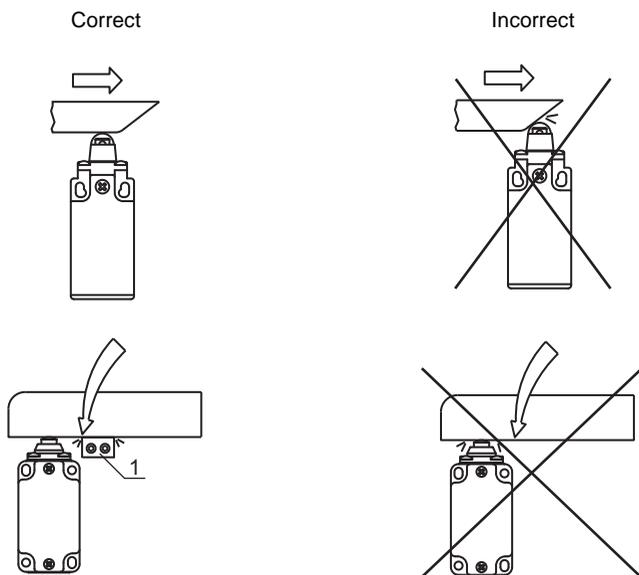

Figure 6.3: Butée mécanique (1)
- ↪ Mettre en place une butée mécanique séparée (voir figure 6.3).